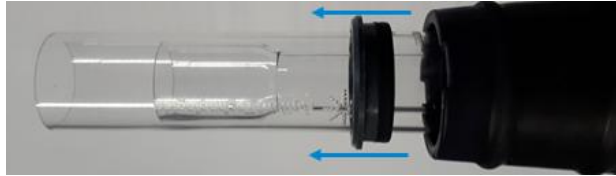

Figure 8 Si la bague supérieure est déplacée avec l'ensemble de tubes externes, faites glisser la bague à l'écart du corps de la torche pour la retirer
3. Retirez l'ensemble de tubes externes en quartz ou en céramique par le haut du corps de la torche. Si la bague supérieure est déplacée avec l'ensemble de tubes externes, faites glisser la bague à l'écart du corps de la torche pour la retirer. Reportez-vous à la Figure 8.